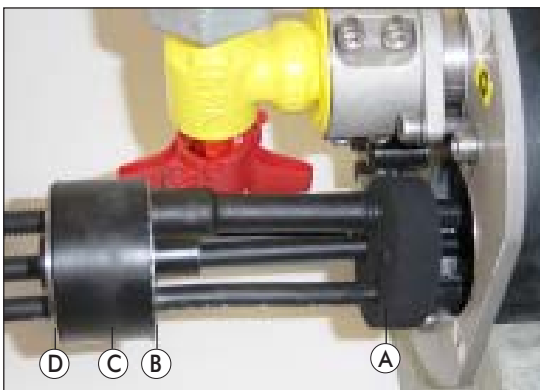

Abbildung 2: Fernauslösung durchziehen
Als erstes wird der Ringstopfen (A) über das freie Ende der Fernauslösung geschoben. Danach wird die Fernauslösung durch die äußere Andruckscheibe (B), das Abdichtelement (C) und die innere Andruckscheibe (D) geschoben bis der Kalt schrumpfschlauch an der äußeren Andruckscheibe ansteht. Im gleichen Schritt werden auch die Leitungen für die Telekommunikation bzw. für die Daten eingezogen (Abbildung 2).